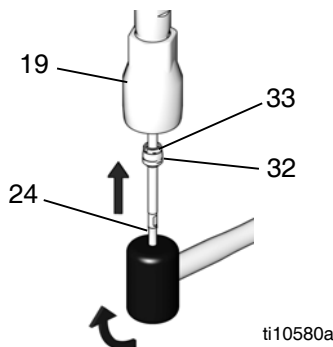

FIG. 24
10. Lubrifique a haste do pistão de escorva (24) e depois deslize a válvula de entrada montada na haste. Verifique se a porca do conjunto (33) entra na haste primeiro. Prima o conjunto da válvula acima da vara até que alcance a estrutura da válvula de entrada (19). Consulte FIG. 24.
11. Segure o corpo da válvula (32) com firmeza enquanto utiliza uma chave ajustável para apertar a porca do conjunto (33); consulte a tabela seguinte para ver o binário correcto. Utilize um macete de borracha na haste do pistão de escorva (24) para orientar o conjunto de válvula até que pare.